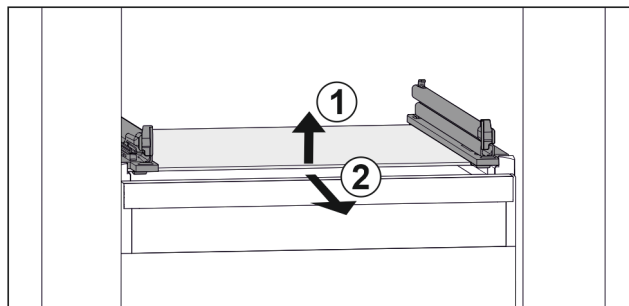

Fig. 100 Rappresentazione esemplificativa del ripiano in vetro
- ▶ Sollevare il ripiano in vetro dal davanti. Fig. 100 (1)
- ▶ Rimuovere il ripiano in vetro tirando in avanti. Fig. 100 (2)